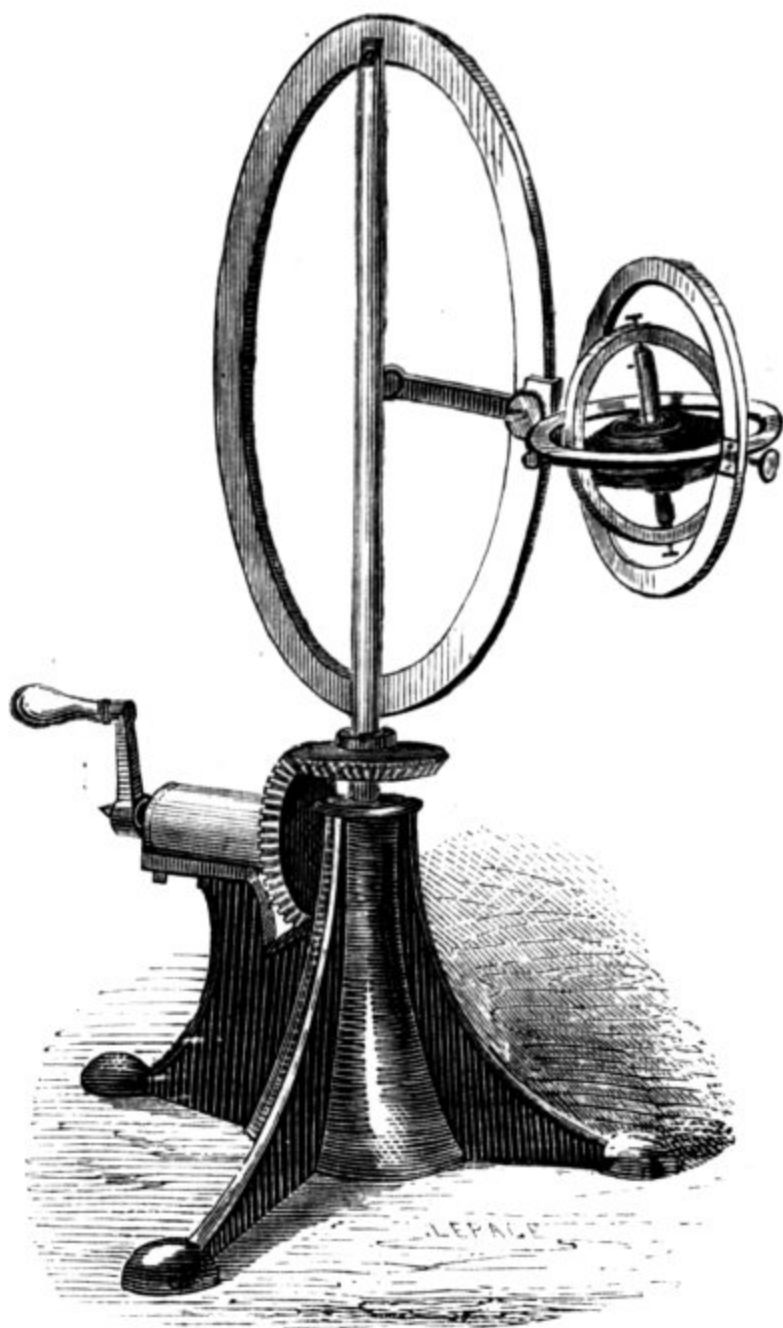

FIG. 4.
8. Grand modèle, fig. 4. 350 fr.